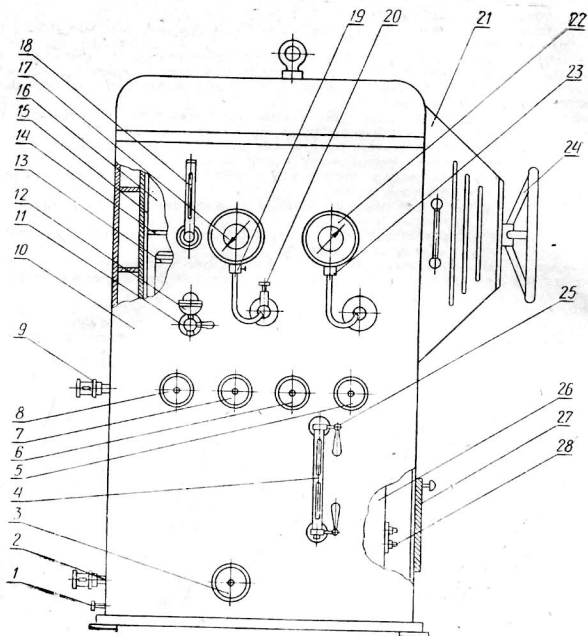

Рис. 7. Стерилизатор паровой ПП360-1М
- г) регулярно менять вату в фильтре воздуха 12 (рис. 7);
- снять крышку 27 с переднего щита (рис. 7);